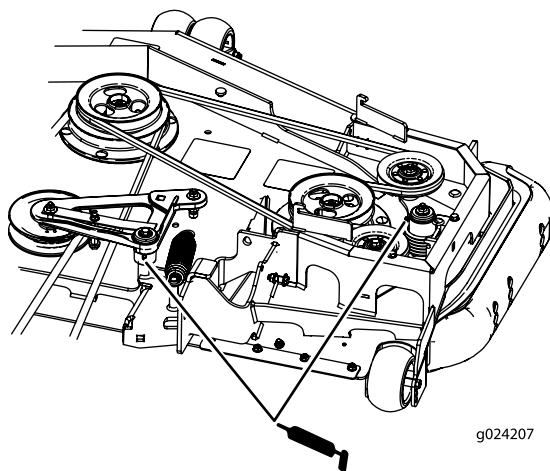

Bild 41
6. Fetten Sie die Spannarme des Mähwerkriemens ein (Bild 41).